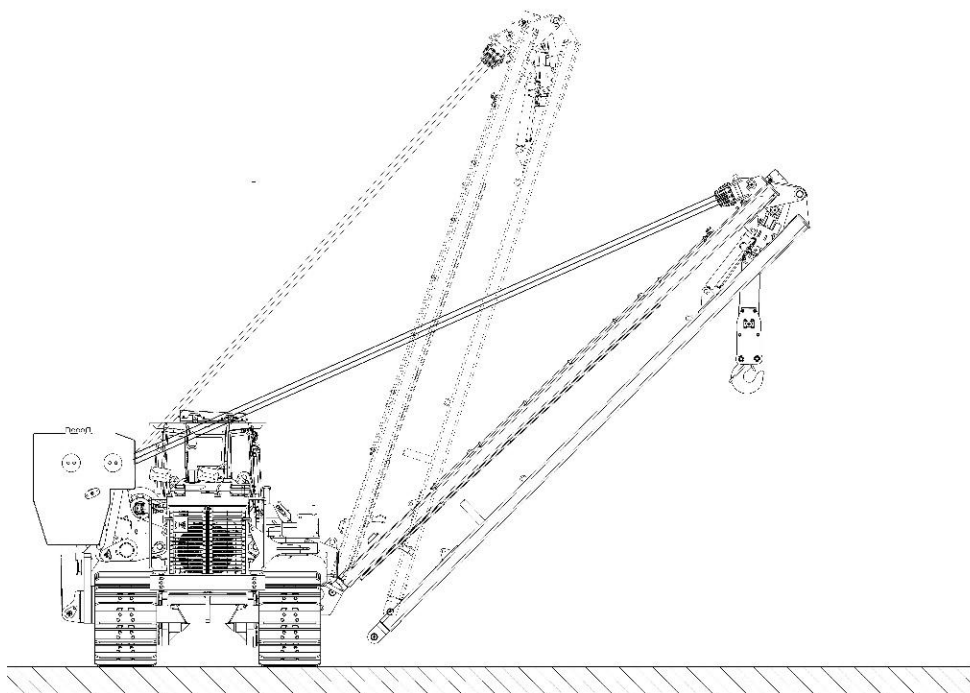

Рисунок 3.98. Установка стрелы-опоры
- Поднять стрелы вверх до возможности отклонения опоры (см. рис. 3.98).